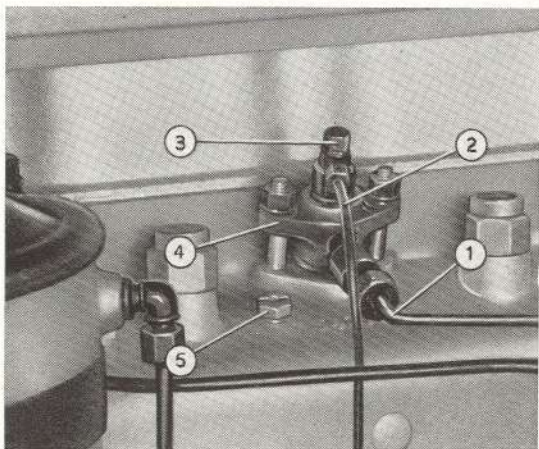

Fig. 56. - Détail d'un injecteur monté sur le moteur.
**Avant d'extraire les injecteurs, nettoyer soigneusement le porte-injecteur et les zones voisines sur la culasse, afin d'éviter que des corps étrangers ne s'introduisent dans le moteur.** Pour l'extraction, procéder comme suit (fig. 56):